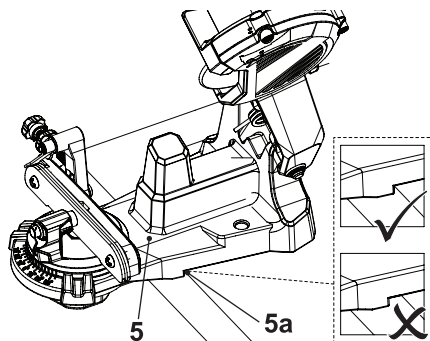

Fig. 2
1. Alignez la base (5) sur le bord de l'établi (ou une surface similaire ferme et plane) (Fig. 2). Veillez à ce que les deux loquets d'arrêt (5a) situés sous la base (5) soient alignés sur le bord.
2. Reproduisez le schéma des trous de la base (5) sur la surface à l'aide d'un crayon.
4. Fixez la base (5) à l'aide du matériel approprié (boulons et écrous M10, non fournis) sur la surface.